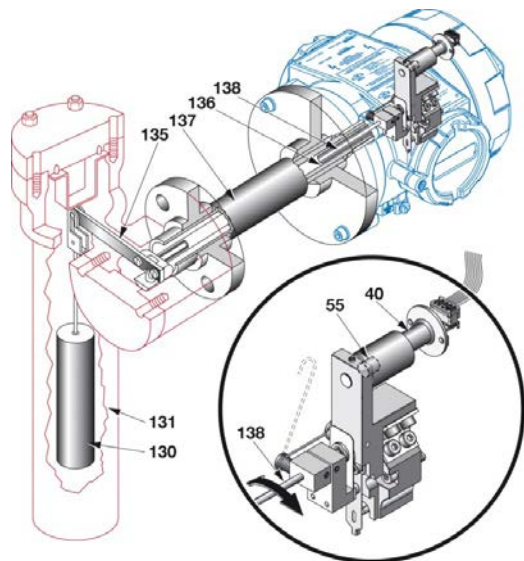

Figura 1 - Diagrama de princípio
Uma alteração no nível do líquido varia o peso aparente do deslocador (130), o que aumenta ou diminui a carga no tubo de torque (136) em uma quantidade diretamente proporcional à alteração do nível do líquido. A rotação resultante da haste de torque (138), vista na Figura 1, modifica o campo magnético de um sensor sem atrito e sem contato (40). O sinal gerado pelo sensor varia a corrente de malha na proporção do nível de enchimento do vaso.